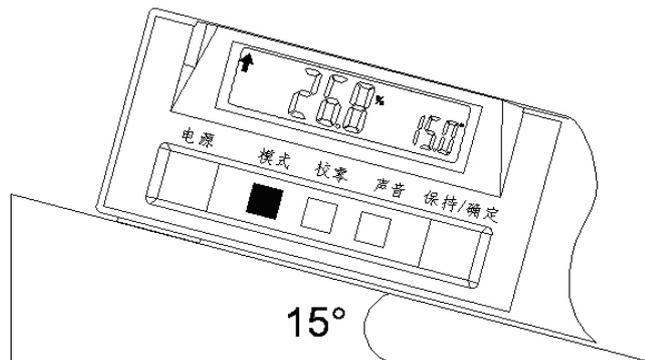

图 G-5
**设置方式：**通过【模式】按钮设置，见图 G-5 所示；
**设置方法：**轻压【模式】按钮一次，切换到高长比测量模式，坡度计液晶显示区中间显示“%”，左侧小字体显示测量角度，右侧大字体显示高长比（即测量角度的正切值），见图 G-5；
1) 轻压【模式】按钮两次，切换到相对角测量模式，坡度计液晶显示区中间显示“ABS”，见图 G-5；